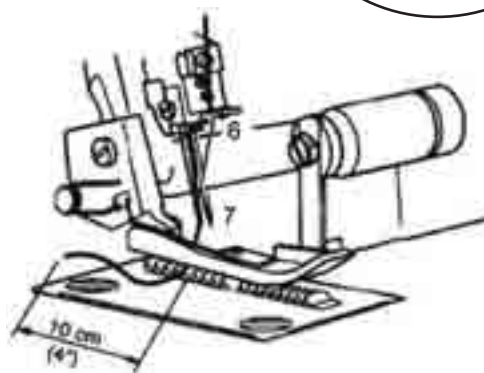

Fig.33
5. Enfie a linha na agulha esquerda (7) (fig. 33).
6. Passe a linha para trás, por baixo do calcador ②.